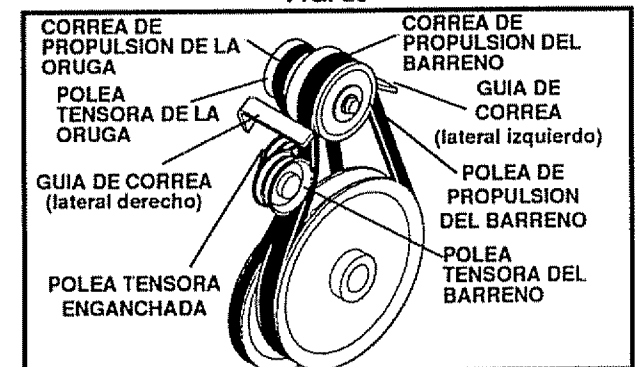

FIG. 26
CORREA DE PROPULSION DEL BARRENO (Véase Fig. 26)
- Afloje la tuerca en la polea tensora (Véase Fig. 26) y mueva la polea hacia la correa aproximadamente 1/8 de pulgada.